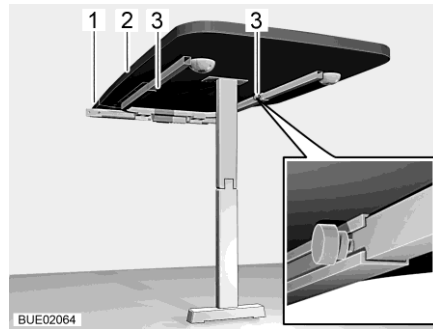

Fig. 133 Mesa colgante con pata de apoyo articulada
- Soltar dos tornillos moleteados (Fig. 133,3).
- Levantar ligeramente por delante el tablero de la mesa (Fig. 133,2) y extraer hasta el tope. La prolongación de mesa ahora está completamente extraída.
- Colocar la prolongación del tablero de mesa (Fig. 133,1) en la prolongación de mesa.
- Levantar ligeramente por delante el tablero de la mesa (Fig. 133,2) y extraerlo.
- Quitar la prolongación del tablero de mesa (Fig. 133,1) y guardarla de manera segura.